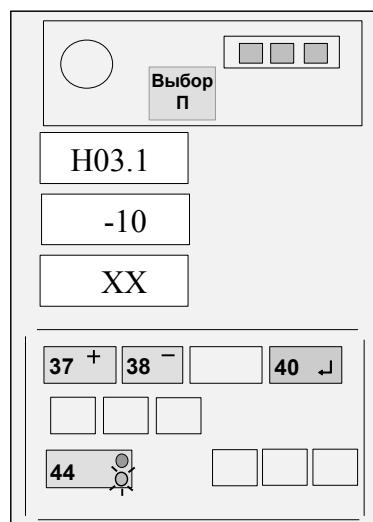

Рисунок 12 - Ввод температуры
Если величина измеренной температуры воздуха отличается от выдаваемой на средний ИЖЦ более, чем на 3°C, нажатием кнопки 44 установить на верхнем ИЖЦ код "H03.1", а затем, нажимая кнопки "+" (37) и "-" (38), установить, контролируя по показаниям среднего ИЖЦ, значение температуры, равное показаниям термометра (см. рисунок 12).